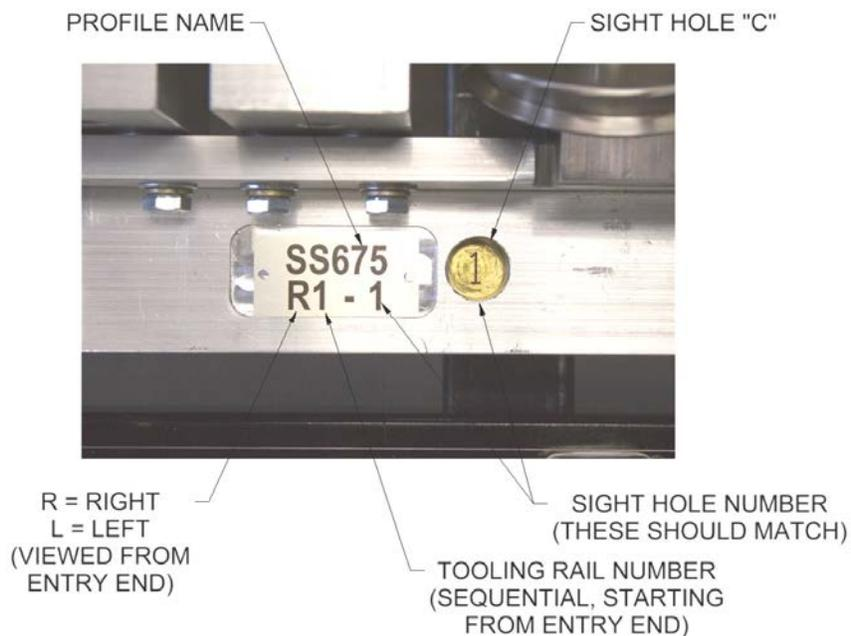

Ilustración 50: Identificación de Carril de Herramientas
7. Encuentre el carril de herramientas R1 y póngalo en superficie plana encima del carril de montura de lado derecho #1 asegurándose que el número correcto este reflejado en el orificio "C" (Ilustración 50). Hile los dos tornillos de montura en los espacios de los carriles y apriételes manualmente. Jale el ensamble del carril de herramientas hacia la afuera de la máquina hasta que los espaciadores de carril de herramientas "D" haga contacto con la cara del carril de montura. Sosténgalo en su lugar mientras soca los tornillos de montura con una llave de 1/2".